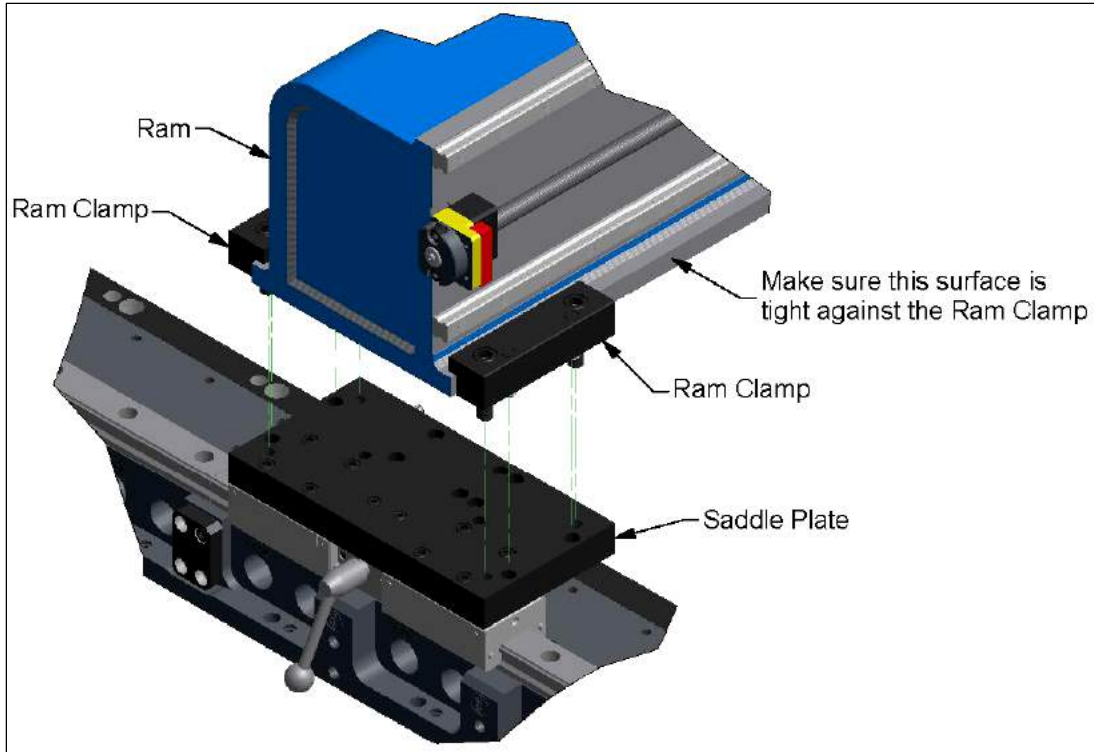

Figura 10
1. Presione el borde frontal del cilindro contra el interior de la abrazadera de este. Esto alinea el cilindro en perpendicular al lecho. A continuación coloque el cilindro como se muestra en la Figura 10.